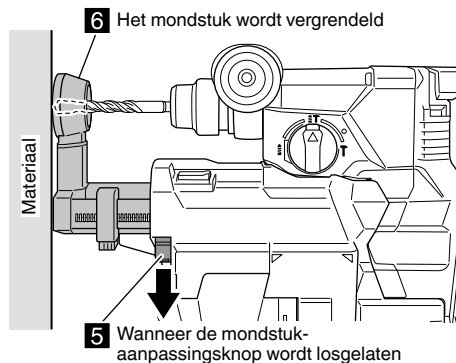

Afb. 6
- (3) Terwijl u de positie-aanpassingsknop van het mondstuk in de richting van de pijl duwt, drukt u het gereedschap naar het materiaal, waardoor de positie van het mondstuk korter wordt totdat het de positie bereikt waar het boorbit in contact komt met het materiaal. (Afb. 6)